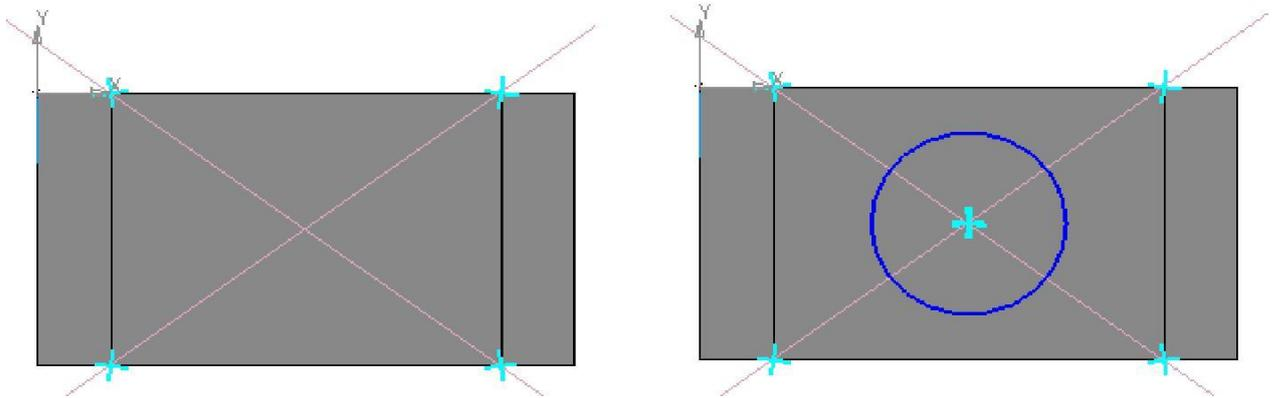

Рис. 4 Рис.
- с помощью команды **Вспомогательная прямая** найдите центр грани (рис. 4);